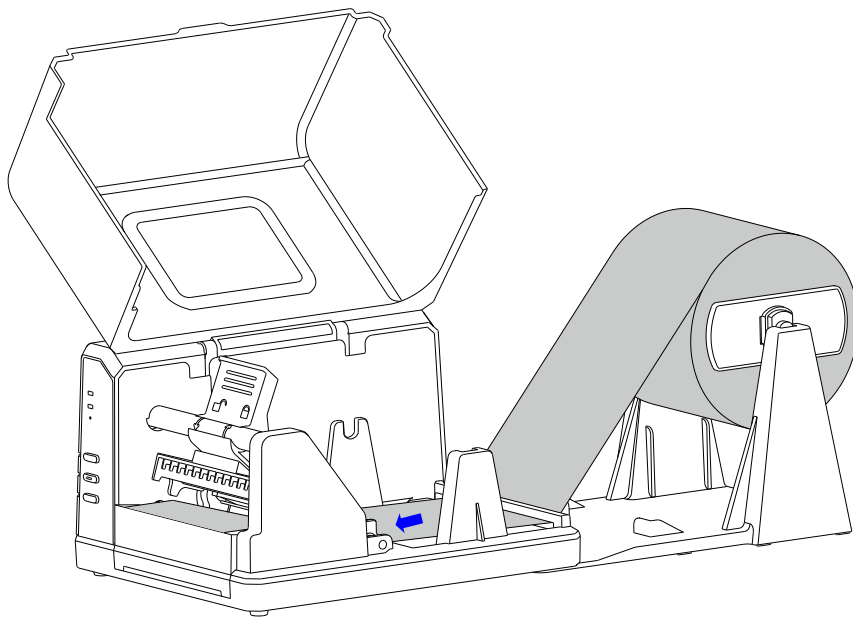

图 2-13
5. 将标签纸依次穿过打印机的穿纸口、纸张导向杆下方，并从打印模组下方穿出，将两个纸张导向片靠紧标签纸，但不能挤压使其变形。如图 2-13 所示。